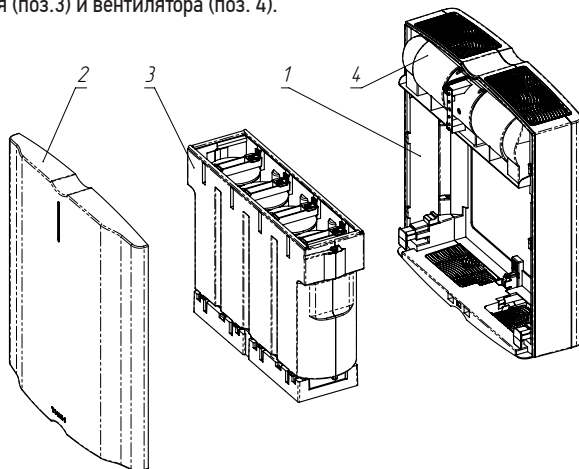

Рисунок 1. Внутреннее устройство обеззараживателя-очистителя «Тион А»
Обеззараживатель-очиститель воздуха работает в режиме 100% рециркуляции. Он забирает воздух через входную решетку и пропускает его через систему фильтров (рисунок 1, поз. 3), очищая его от механических и химических примесей, инактивируя (уничтожая) все типы микроорганизмов (в том числе споры плесневых грибов), а затем возвращает очищенный воздух в помещение через выходное отверстие.
- Снять крышку (рисунок 1 поз. 2) и фильтрующий модуль (рисунок 1 поз. 3) (пункты 1-3 раздела 8.1.1).
- Снимите крышку (рисунок 1, поз. 2) и фильтрующий модуль (рисунок 1, поз. 3) (пункты 1-3 раздела 8.1.1).
- Зафиксируйте прибор на четырех винтах (11), указанных на рисунке 12.